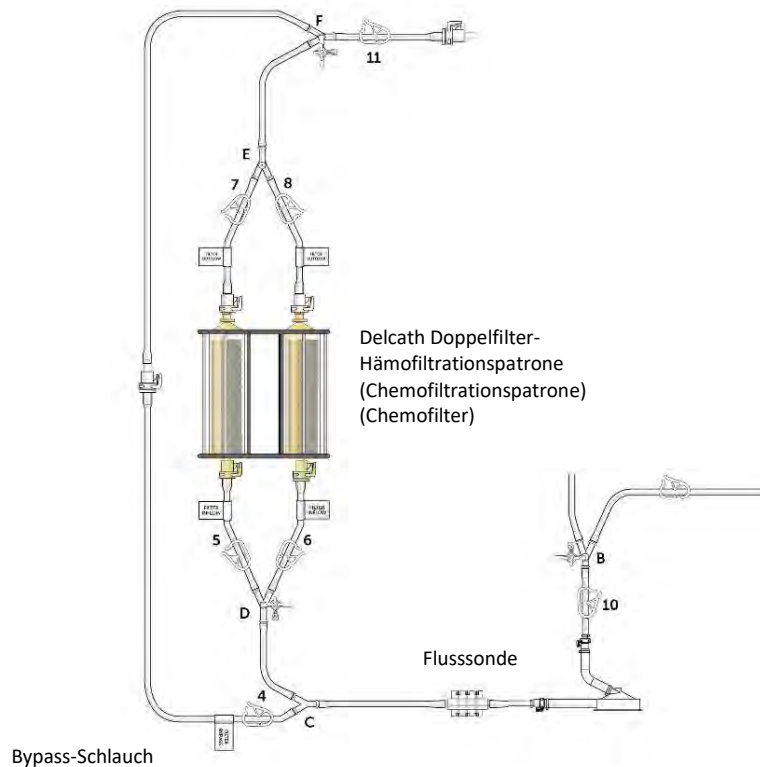

Abbildung 16
- (a) Schließen Sie Klemme 4 und öffnen Sie die Filterzuleitungsclipsen (5, 6), dann die Filterabflussclipsen (7, 8) und die Kreislaufabflussclipsen (11) (siehe Abbildung 16). Stellen Sie den Fluss der heparinisierten normalen Kochsalzlösung in die Filter auf eine Rate von ca. 0,5 Liter pro Minute ein. Hinweis: Arterienclipsen sind zum Einstellen der Flussrate erforderlich, falls Schwerkraft genutzt wird.